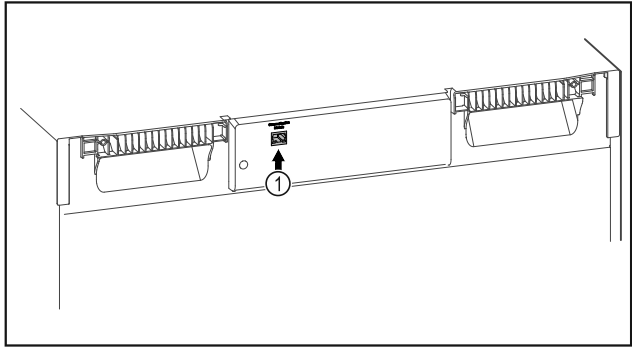

Fig. 150
- ❑ SmartModule Fig. 150 (1) 已使用。